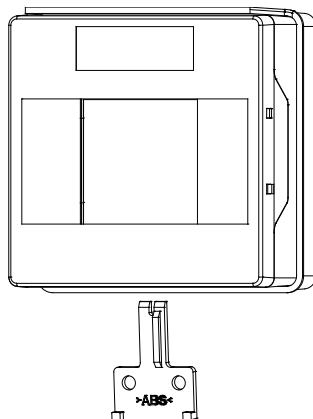

Рис. 6
3. Вставить ключ снизу по Рис. 6, чтобы компонент вернулся в исходное состояние.